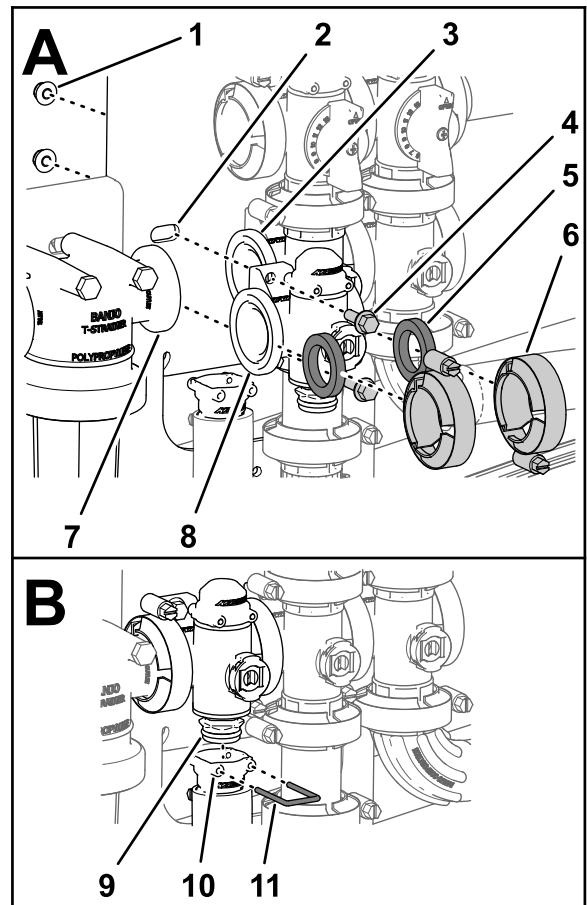

Рисунок 126
1. Установите прокладку между фланцами коллектора клапана управления нормой внесения и головкой фильтра линии нагнетания (Рисунок 126А).
2. Смонтируйте коллектор клапана управления нормой внесения, прокладку и головку фильтра линии нагнетания с помощью фланцевого хомута, затянув его от руки (Рисунок 126А).
3. Установите прокладку между фланцами клапана управления нормой внесения и коллектором клапана перемешивания (Рисунок 126А).
фланцевого хомута, затянув его вручную (Рисунок 126А).
5. Присоедините клапан регулирования расхода к креплению клапана с помощью 2 болтов с фланцевыми головками и 2 фланцевых контргайк (Рисунок 126А), снятых при выполнении действий, описанных в пункте 3 раздела Снятие коллекторного клапана управления нормой внесения (страница 89), и затяните гайку и болт с моментом от 10 до 12 Н·м.
6. Установите выпускной штуцер на штуцер муфты в нижней части коллектора клапана управления нормой внесения (Рисунок 126В).
7. Прикрепите выпускной штуцер к штуцеру муфты, вставив держатель в гнездо выпускного штуцера (Рисунок 126В).